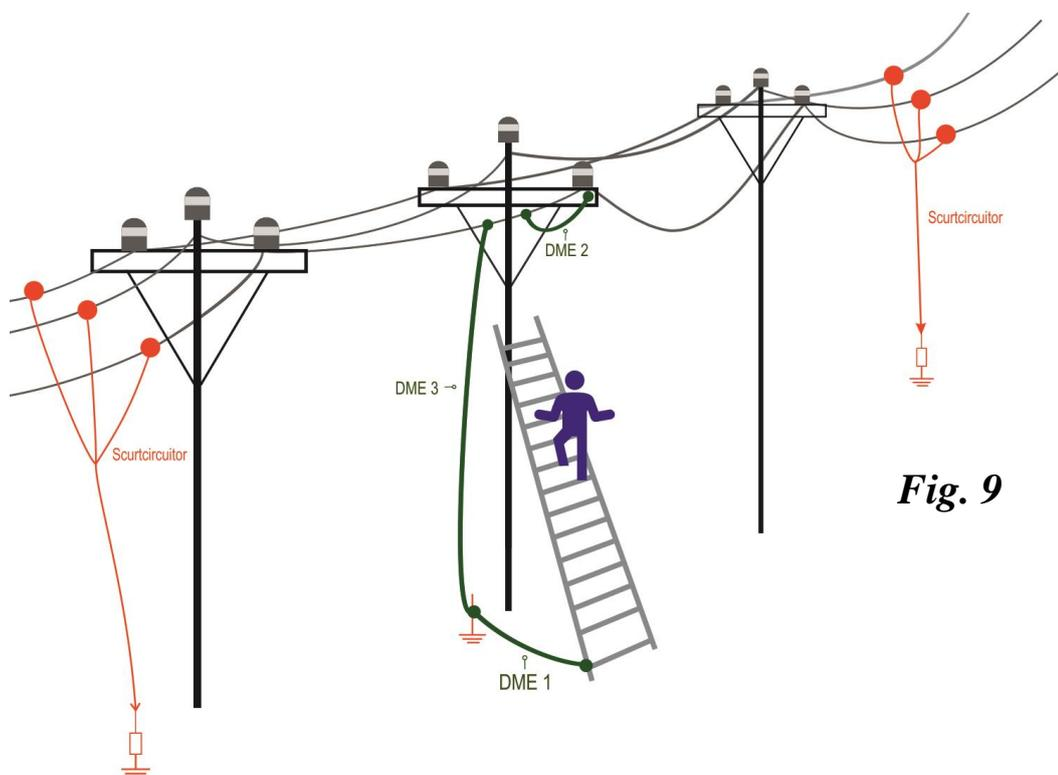
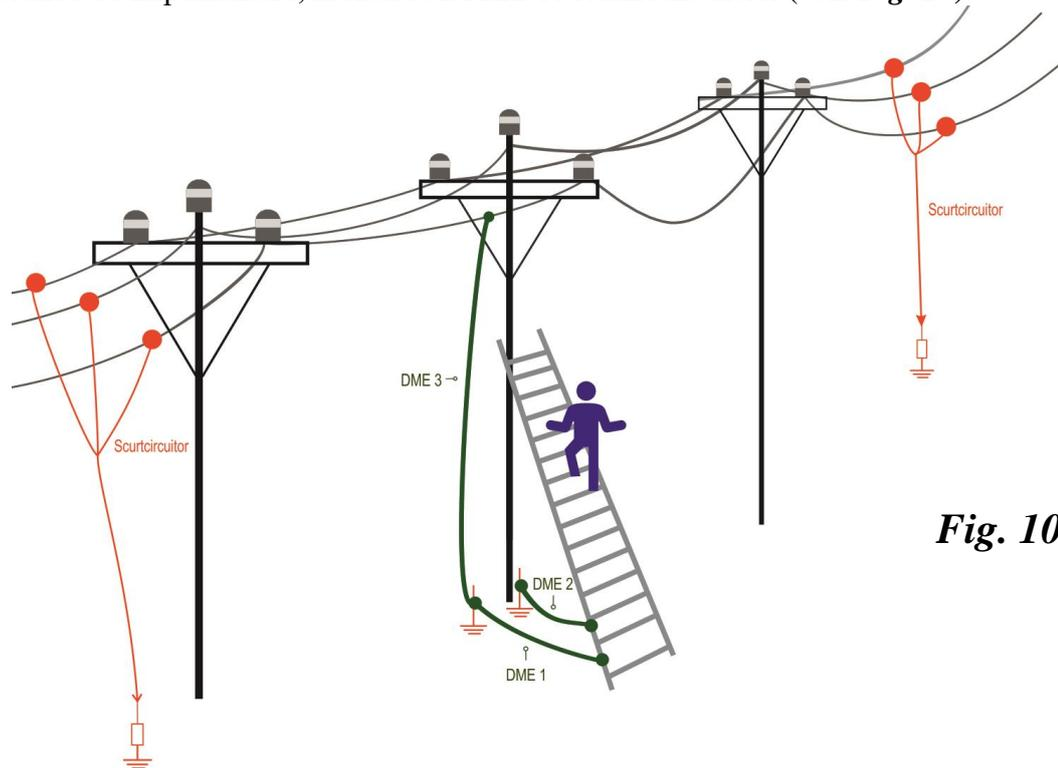

Fig. 9
Fig. 10
5.1.2.3. Executarea lucrării se realizează la distanță față de dispozitivele mobile de legare la pământ și în scurtcircuit montate (vezi Fig. 9 și Fig. 10)
- c.1.** În cazul în care stâlpul LEA MT *este prevăzut* la partea superioară cu consolă metalică sau cu platbandă de împământare, montarea *DME2* se realizează astfel (vezi Fig. 9):
- c.1.2.** Se armează clema automată cu autoblocare *CAA* prin rotirea bacului (2), până când acesta se blochează (vezi *Anexa 2*);
- c.1.3.** Clema automată cu autoblocare *CAA*, ținută de mânerul acționare, se împinge pe conductorul LEA, până când bacul (2) este eliberat de către pârghia de blocare (4), realizându-se aplicarea acesteia pe conductor (vezi *Anexa 2*);
c.2. În cazul în care stâlpul LEA MT *nu este prevăzut* la partea superioară cu consolă metalică sau cu platbandă de împământare, montarea *DME2* se realizează astfel (vezi Fig. 10):